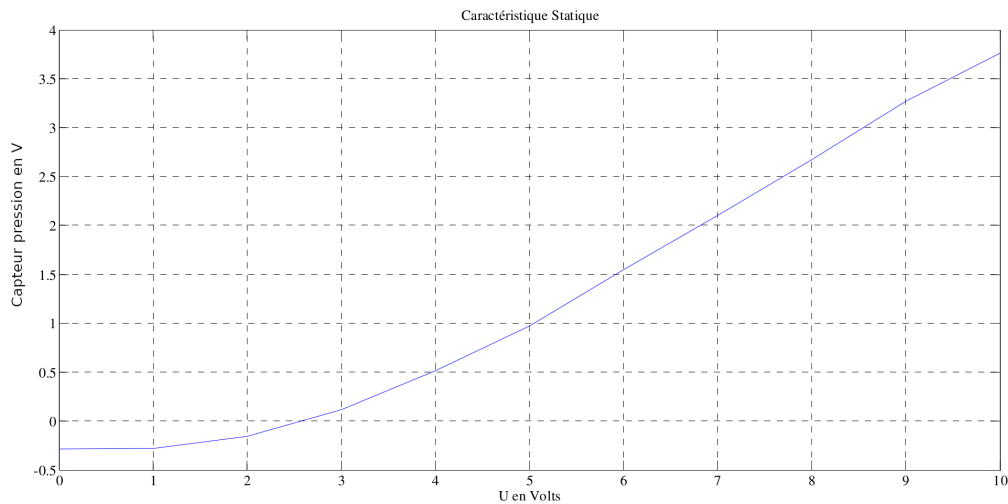

FIGURE V.1 – Caractéristique statique pour le système en température
Une modélisation préliminaire a permis d'établir la caractéristique statique du procédé (figure V.1).
- 1) D'après la figure V.1, quelle tension  $U_0$  devons nous envoyer pour obtenir une pression de  $16N/m^2$ ?